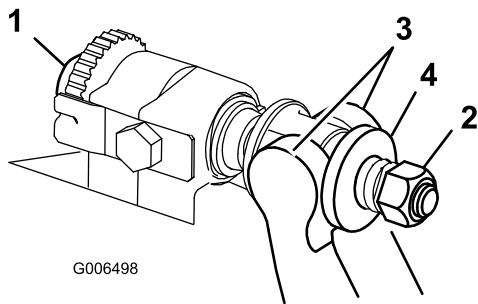

Figura 33
1. Gire el tornillo de ajuste de la barra de asiento, en el sentido contrario a las agujas del reloj, para alejar la contracuchilla del molinete (Figura 33).
2. Afloje la tuerca de tensado del muelle hasta que el muelle deje de presionar la arandela contra la barra de asiento (Figura 33).